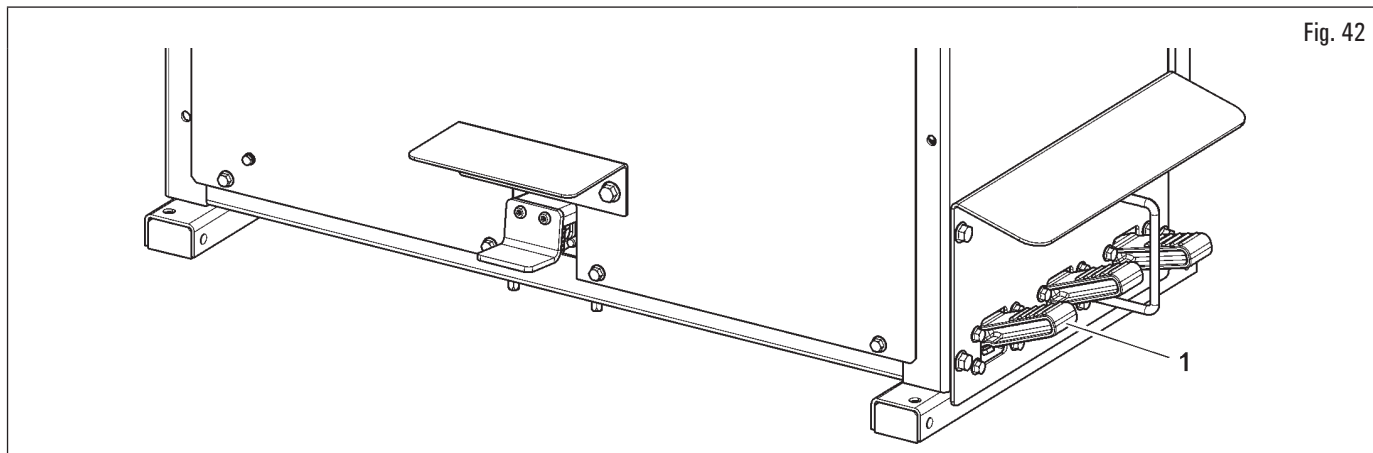

Fig. 42
1. Positionner le bras opérant en position de travail en agissant sur la pédale (Fig. 42 réf. 1) ;
7. une fois le montage terminé, ôter le bras pour le porter en position de repos, en agissant sur la pédale spéciale (Fig. 42 réf. 1) ;